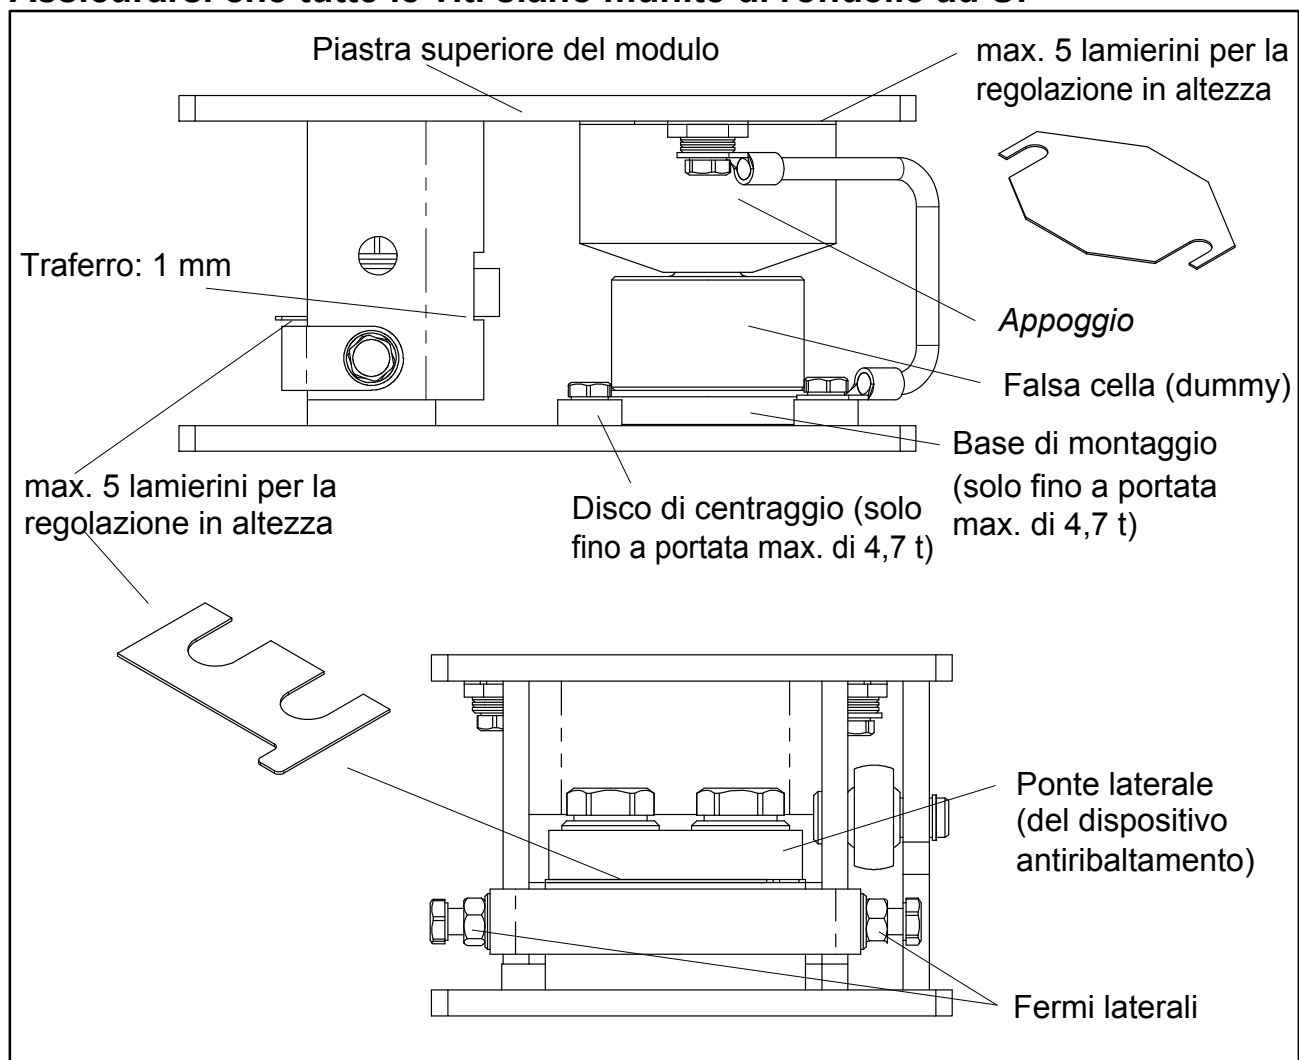

Fig. 7.1: Montaggio degli spessori per la versione da 4,7 t
Montaggio celle di carico con forza nominale di 4,7 t (vedere Fig. 7.1):
- Col serbatoio vuoto, montare e regolare il dispositivo antiribaltamento inserendo gli spessori in modo che resti un traferro di ca. 1 mm (v. Fig. 7.1).